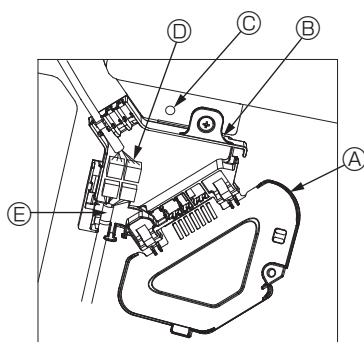

Fig. 5-9
- ① Retirez la vis qui verrouille le couvercle de la boîte de raccordement, faites glisser le couvercle dans la direction de la flèche, comme indiqué sur le schéma, puis ouvrez le couvercle.
- ② Dans la boîte de raccordement, repérez le fil de jonction du moteur d'ailette de la grille et le fil du moteur d'ailette, puis raccordez les fils. (Fig. 5-9)